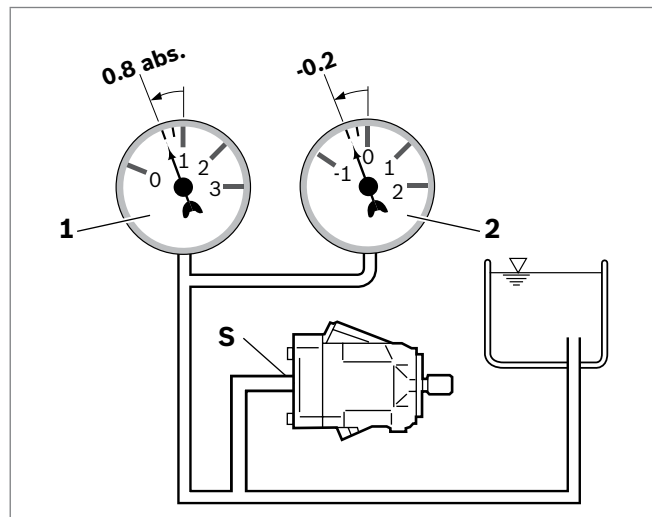

Abb. 6: Saugdruck
- ▶ Stellen Sie sicher, dass für die Axialkolbenpumpe in allen Einbaupositionen und Einbaulagen im Betrieb ein minimaler Saugdruck von 0.8 bar absolut am Anschluss **S** vorliegt, siehe Abb. 6. Beachten Sie, dass die im Datenblatt angegebenen Werte zur maximalen Drehzahl für einen Saugdruck von 1 bar absolut am Sauganschluss **S** gelten. Weitere Druckwerte siehe Datenblatt.